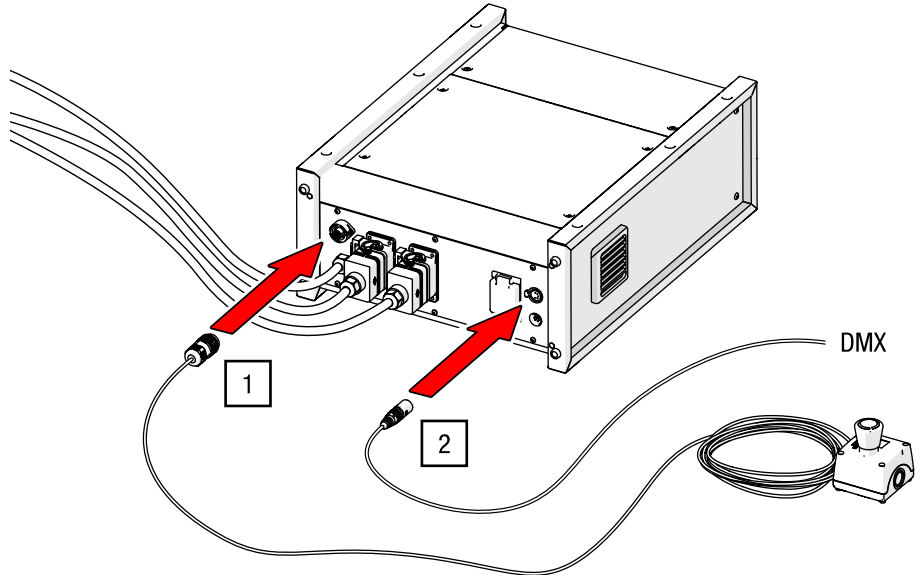

Abb. 38: G-FRAME 54 – DMX anschließen (Modell kann abweichen)
1. Schließen Sie den Stecker des Not-Aus-Tasters an der Buchse „Not-Aus“ auf der Rückseite der Steuerung an (siehe Abb. 38).
2. Verbinden Sie das DMX-Eingangskabel vom externen DMX-Steuergerät über den 5-poligen XLR-Stecker mit der DMX-IN-Buchse (5/Abb. 14) auf der Rückseite der Steuerung an (siehe Abb. 38).